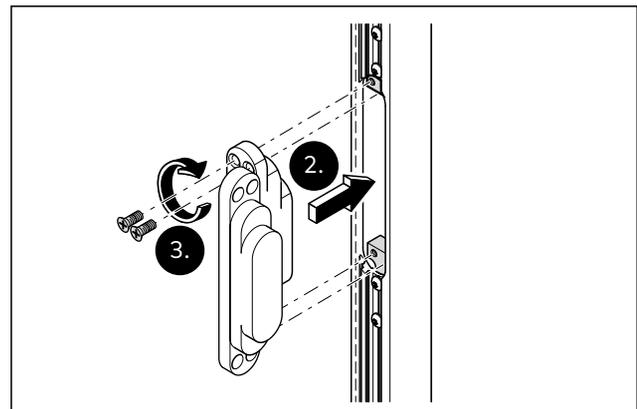

Abb. 45 Das TECTUS-Türband mit den Halterungen verbinden
2. Die Türbänder gemäß Montageanleitung an den Halterungen für die TECTUS-Bänder positionieren (Abb. 45).